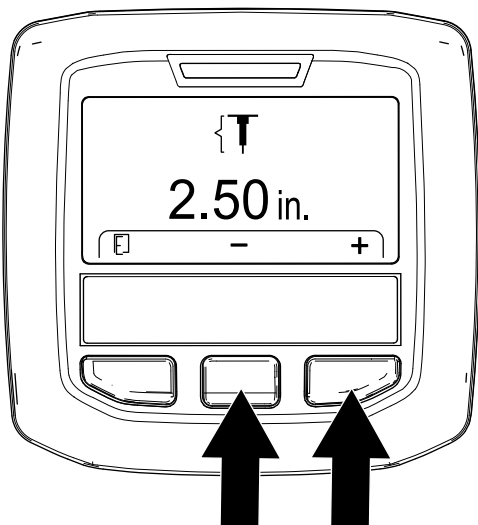

Figure 53
5. Réglez la profondeur des louchets (Figure 53) comme suit :